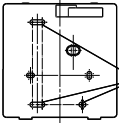

Fig. 6
2. Utilice tres tornillos GB950-86 M4X20 para instalar directamente la tapa trasera en la pared. (Fig. 6)